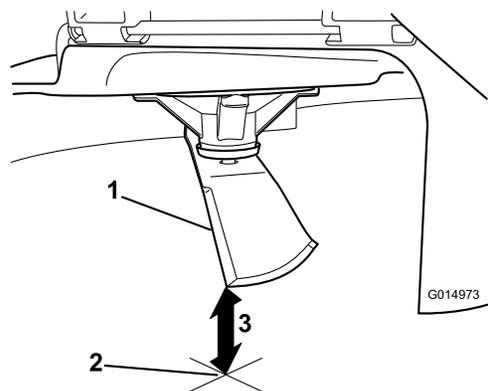

Figura 75
5. Mida desde la punta de la cuchilla hasta la superficie plana (Figura 75).